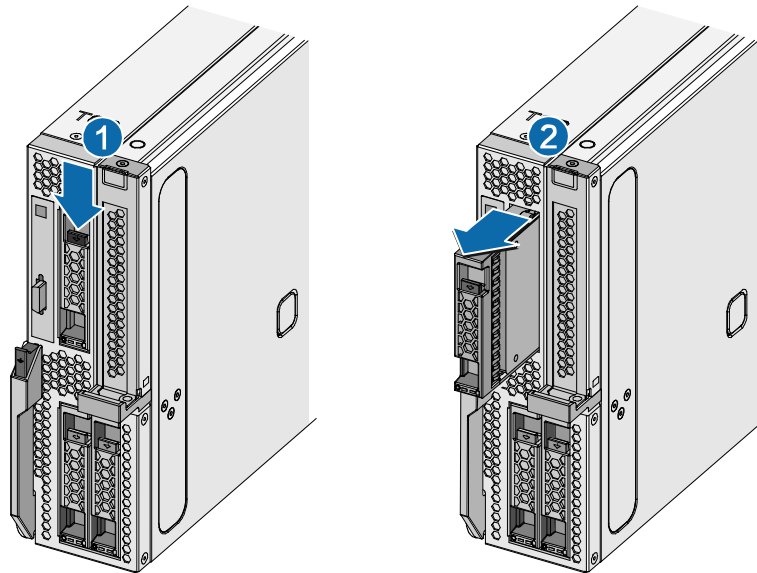

图 2-27 硬盘托架的拆卸/安装
步骤 2 按照箭头②方向拉出硬盘托架。如图 2-27 所示。